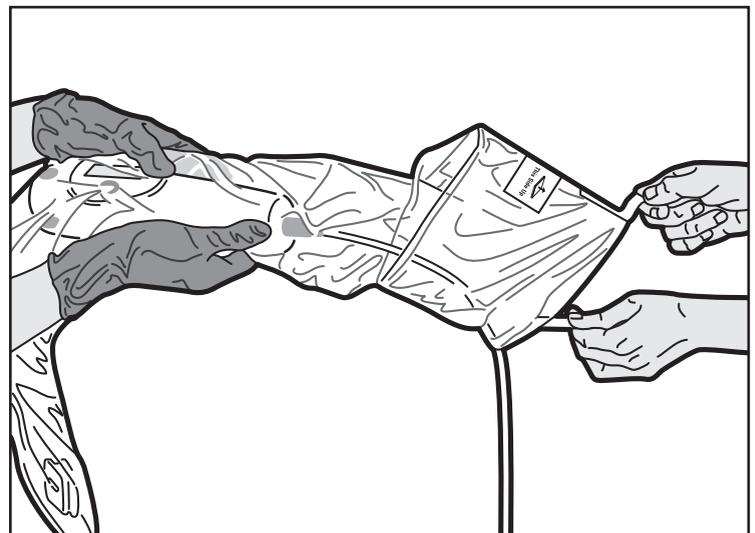

Figure 5. Dépliage de la poche
6. L'opérateur dans le champ stérile saisit alors la MDU5 PLUS recouverte. L'opérateur hors du champ stérile saisit les languettes et tire dessus jusqu'à ce que la poche soit déployée dans toute sa longueur (figure 5).